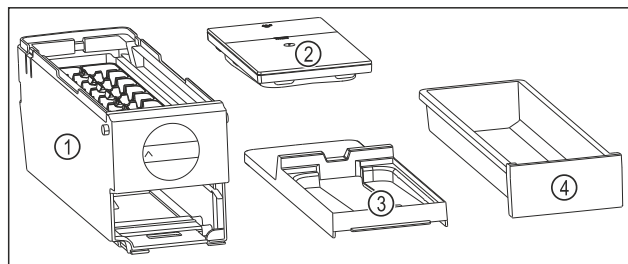

Fig. 114 Составные части EasyTwist-Ice
- ▶ EasyTwist-Ice разобран на четыре части. (см. Fig. 114)
- ▶ Разбирайте EasyTwist-Ice только на составные части, представленные на рисунке. (см. Fig. 114)
- ▶ Очищайте корпус EasyTwist-Ice Fig. 114 (1) как цельное устройство.